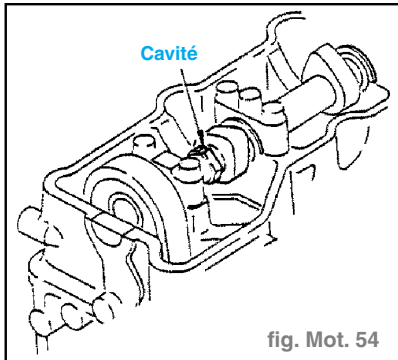

fig. Mot. 54
**Attention** : • Lorsque la concavité de la partie hexagonale de l'arbre à cames est orientée vers le haut, le piston N°1 est en position de point mort haut de temps de compression. (fig. Mot. 54)